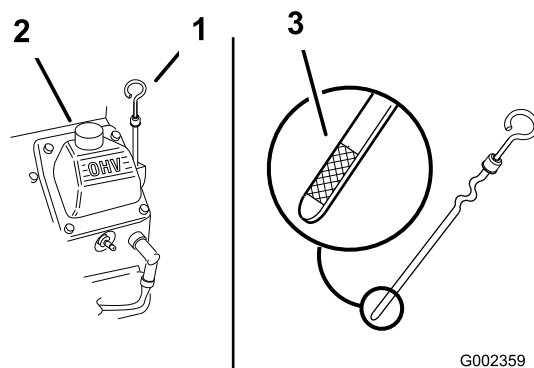

图16
2. 清洁量油尺周围的区域 图16 防止灰尘落入注油孔并损坏发动机。
3. 取出量油尺擦拭干净然后完全安装到位 图16。
油位应到达量油尺金属端的“已满”标记处 图16。
5. 如果油位低于“已满”标记应取下加油管盖 图16 添加机油直至油位达到量油尺上的“已满”标记。切勿过量添加。